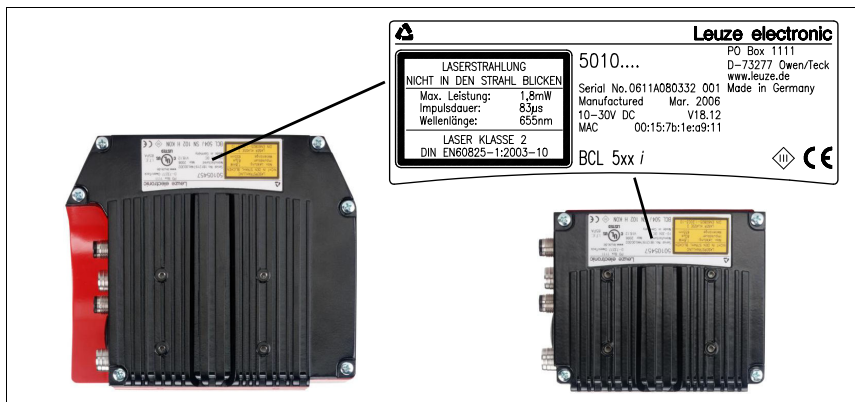

Figura 6.1: Placa de características del equipo BCL 500*i* \ BCL 501*i*
- Escáner con espejo orientable y espejo de desvío **perpendicular** a la **parte inferior de la carcasa**. Las partes inferiores de la carcasa son en cada caso las superficies negras de la figura 6.1. Se obtendrán los mejores resultados en la lectura cuando: